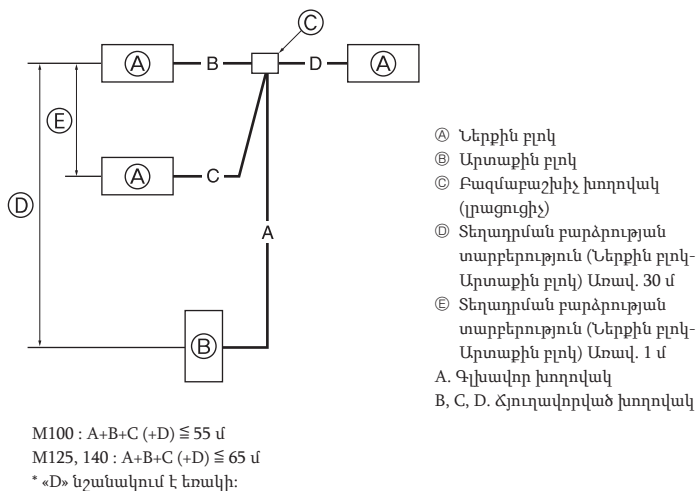

Fig. 4-8
4.8. Երկակի/եռակի համակցության համար (Fig. 4-8)